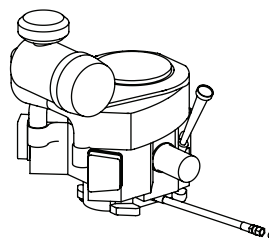

Figure 39
- Localisez le tuyau de vidange d'huile sur le moteur (Figure 39).
- Tout en maintenant l'extrémité libre du tuyau de vidange d'huile au-dessus du récipient de collecte d'huile, dévissez le bouchon à tête carrée de l'extrémité du tuyau (Figure 39 à la page 104). Vidangez l'huile moteur dans le récipient de récupération d'huile.